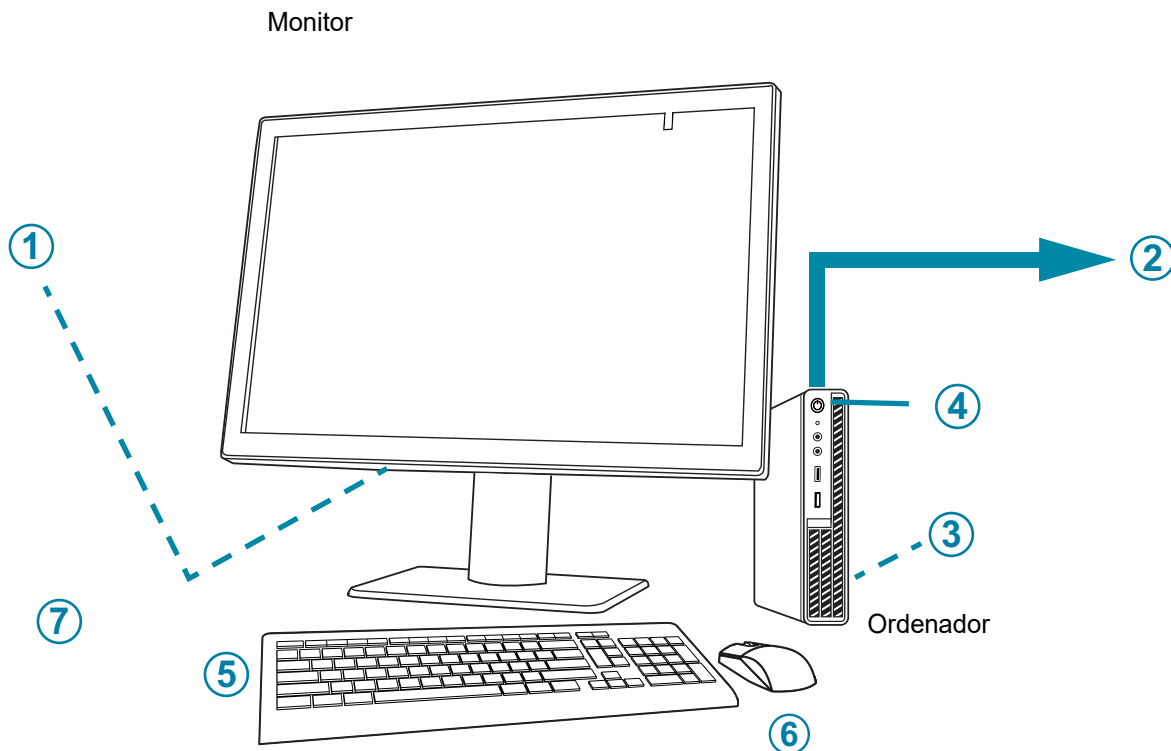

Figura 1-4 Componentes de la estación de revisión
Leyenda de la Figura 1-4
①	Botón de encendido del monitor, debajo de la tapa del compartimento del conector.
②	Conexión al Servidor de gestión de imágenes (representado en Figura 1-4).
③	Tarjeta del procesador de ordenador, instalada en el ordenador
④	Botón de encendido del ordenador, la ubicación varía según el modelo de ordenador
⑤	Teclado del ordenador
⑥	Ratón del ordenador
⑦	Escáner de código de barras (opcional, no se muestra en la Figura 1-4).